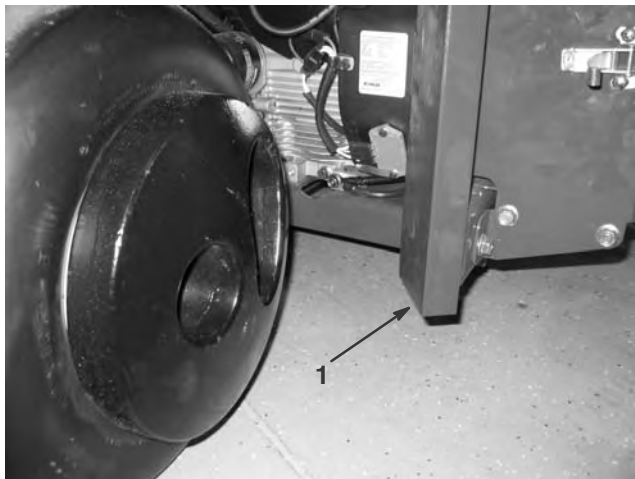

Figure 40
2. Placez le cric correctement sous l'avant du châssis (Fig. 40).